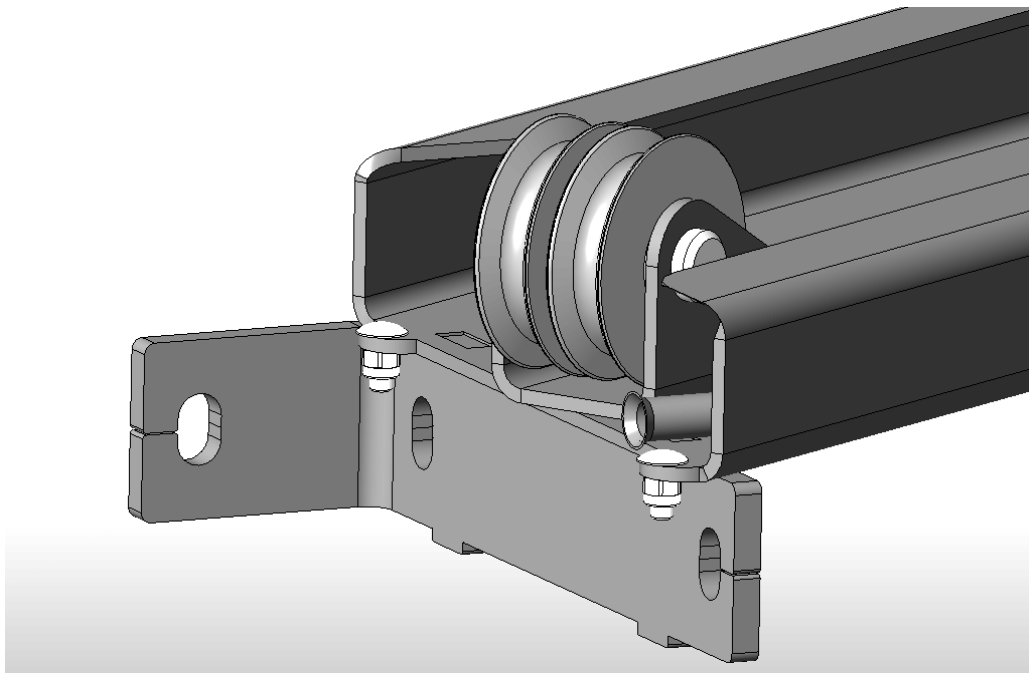

Рисунок 6.2 – Установка зацепов на перекладине
6.3 На готовый бетонный пол (4000х1500х250мм) установить стойки 1 и 2 (убедиться, что правильно выбрано направление заезда). К стойкам 1 и 2, используя болты М12х35, гайки М12, шайбы 12Г и шайбы 12, привернуть перекладину 3. Для удобства монтажа на концах перекладины закрепить мебельные болты с квадратным подголовком М6х16 (4шт.) и самоконтрящиеся гайки М6 и использовать их в качестве зацепов за колонны (Рисунок 6.2).